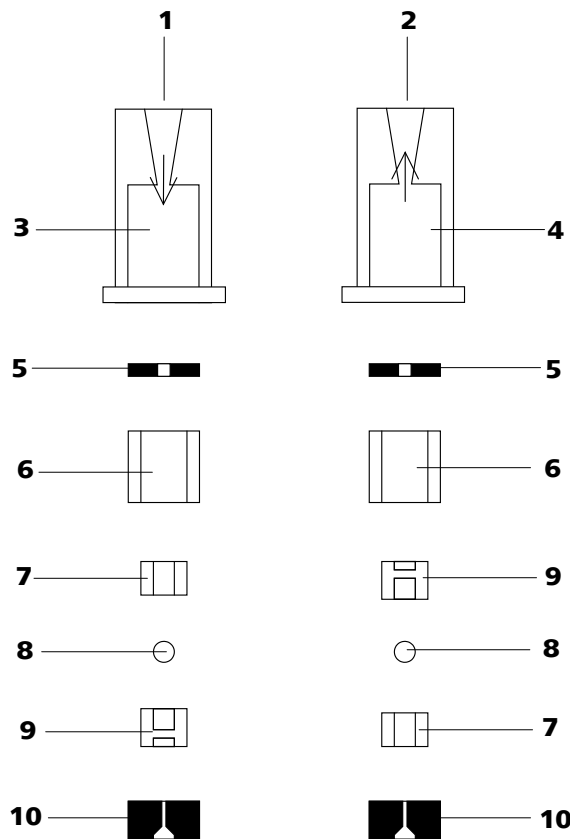

Figura 39 Componentes de la válvula de entrada y de la válvula de salida
- Las válvulas de entrada y de salida están integradas por los mismos componentes, que solamente están dispuestos de forma diferente (véase Figura 39, página 82).
Vuelva a montar los componentes de la válvula *según la figura 39, página 82*.
- Coloque los componentes restantes de la válvula en orden correcto (véase Figura 39, página 82) uno encima del otro
En caso contrario, se deberá volver a desmontar la válvula y montarla correctamente (véase Figura 39, página 82).